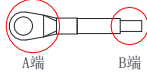

图 6 接线端子示意图
(5) 接地安装：配件 MV810-ECAT02 在配线时，须做接地安装，接地线材须用户自行准备和压接，如图 6。